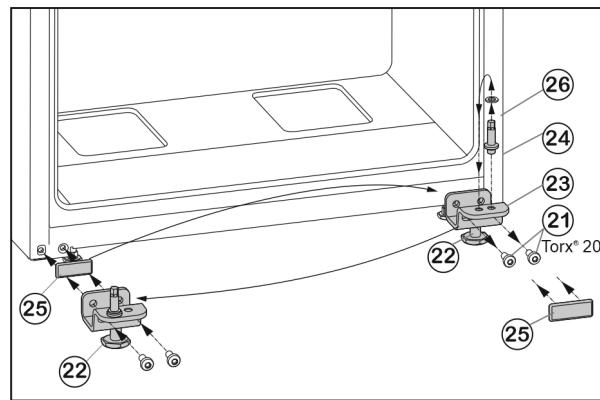

Fig. 7
- ▶ Vyskrutkujte upevňovacie skrutky Fig. 7 (21).
- ▶ Kompletnejšiu ložiskovú konzolu dole Fig. 7 (23) odoberte spolu s ložiskovým čapom Fig. 7 (24), podložkou Fig. 7 (26) a nastaviteľnou nohou Fig. 7 (22).
- ▶ Ložiskový čap Fig. 7 (24) kompletne spolu s podložkou Fig. 7 (26) vyskrutkujte, premiestnite ho do protiľahlého otvoru uloženia ložiskovej konzoly a znova ho pevne priskrutkujte.
- ▶ Opatrne odnímte kryt Fig. 7 (25) a premiestnite ho na opačnú stranu.
- ▶ Ložiskovú konzolu dole Fig. 7 (23) kompletne spolu s ložiskovým čapom Fig. 7 (24), podložkou Fig. 7 (26) a nastaviteľnou nohou Fig. 7 (22) znova naskrutkujte na novú stranu závesu, príp. ju znova pomocou akumulátorového skrutkovača **pevne utiahnite (4 Nm)**.
- ▶ Spodné dvere nasadte zhora na ložiskový čap Fig. 7 (24).
- ▶ Vytočte nastaviteľnú nohu Fig. 7 (22) na ložiskovej konzole dole Fig. 7 (23), pokiaľ nedosadá na podlahu.